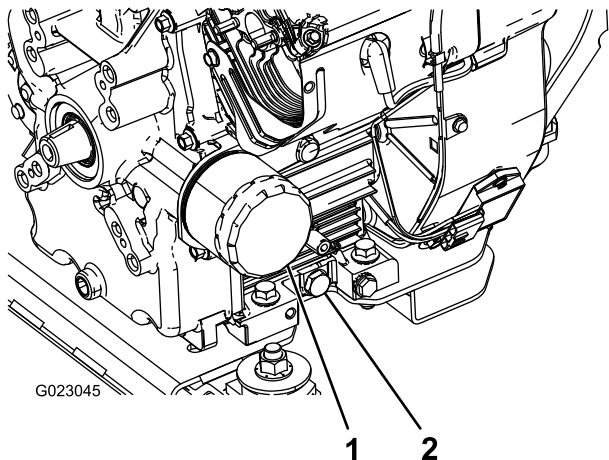

Рисунок 38
- Снимите маслосливную пробку (Рисунок 38).
фильтр по часовой стрелке до контакта резиновой прокладки с переходником фильтра, после этого затяните фильтр, повернув его еще на пол-оборота (Рисунок 38).
- Снимите масляный фильтр (Рисунок 38).